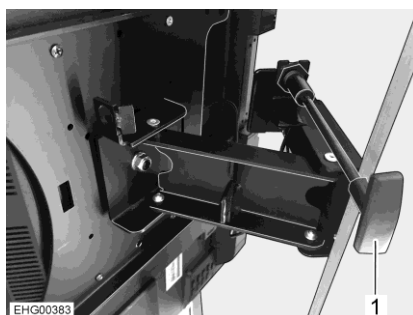

Bild 76 Fäste (ledad arm i ett stycke)
- Dra i handtaget (Bild 76,1) och håll fast. Den platta bildskärmen är upplåst.